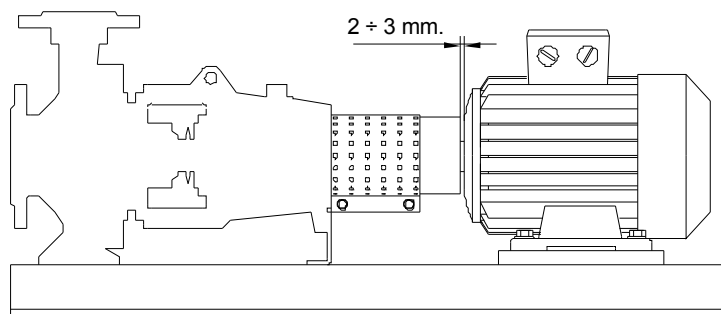

Fig. 23
- 11 - Montare il coprigiunto, con al suo interno l'eventuale prolungamento, sull'aggancio predisposto sulla pompa, bloccando le due viti di fissaggio e assicurandosi di posizionare il prolungamento ad una distanza di sicurezza dal motore di circa 2÷3 mm (vedere la fig. 23).